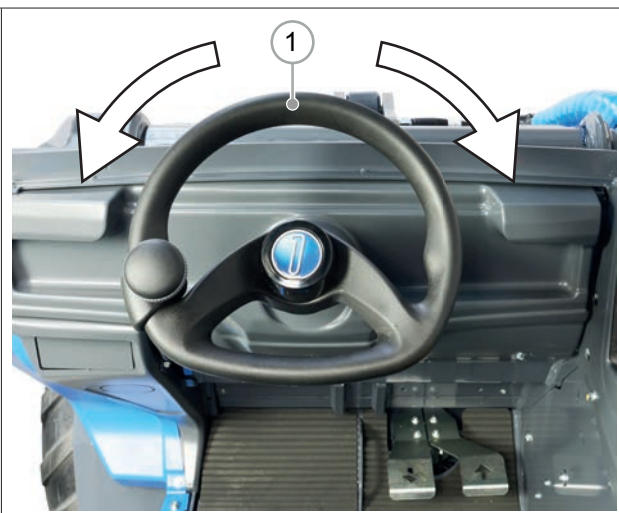

РИС. 30
- 5) Управляйте направлением движения с помощью руля (РИС. 30 – Сс. 1).